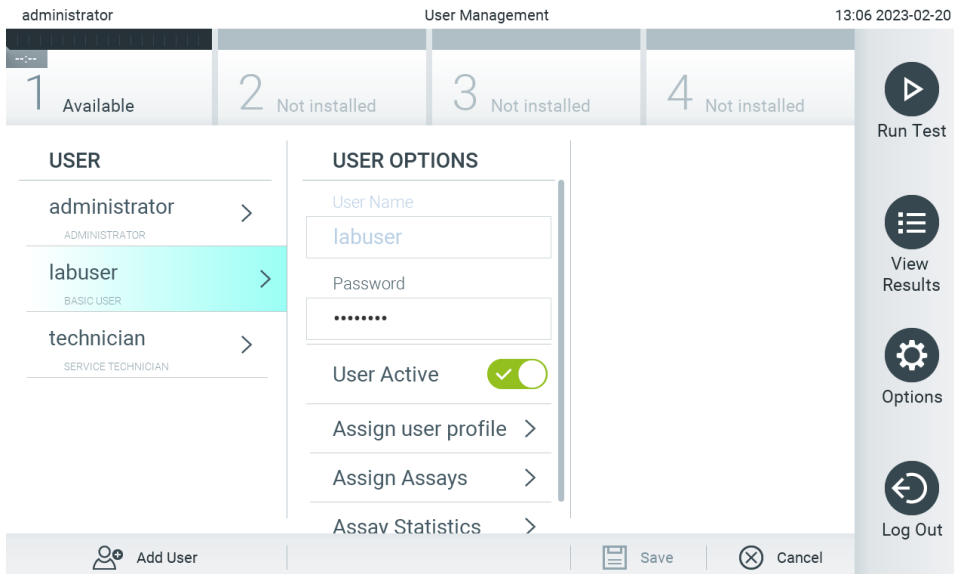

Abbildung 51. Auswahl und Verwaltung von Benutzern.
2. Wählen Sie den zu verwaltenden Benutzer aus der Liste in der linken Spalte im Inhaltsbereich aus (Abbildung 51).